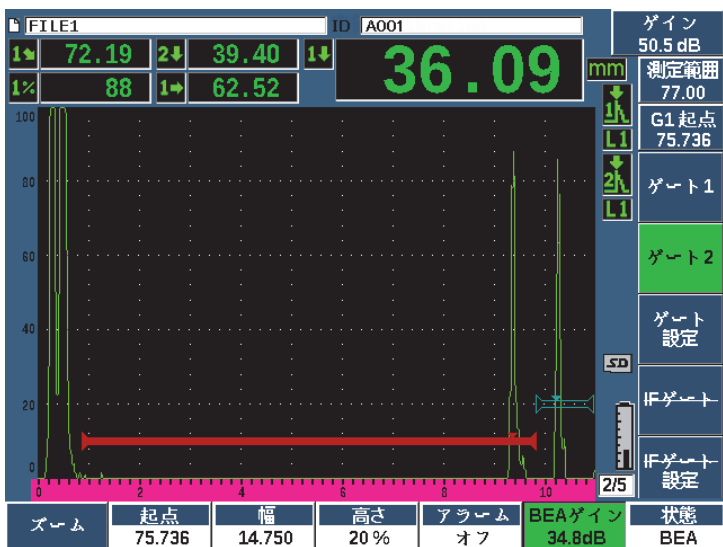

図 11-32 底面ゲインを調整
2. 手動でゲインを調整または 2ndF、（自動 XX%）を押し、自動的に BEA ゲートのエコーを基準の高さ（XX%）に調整します（286 ページの図 11-32 参照）。